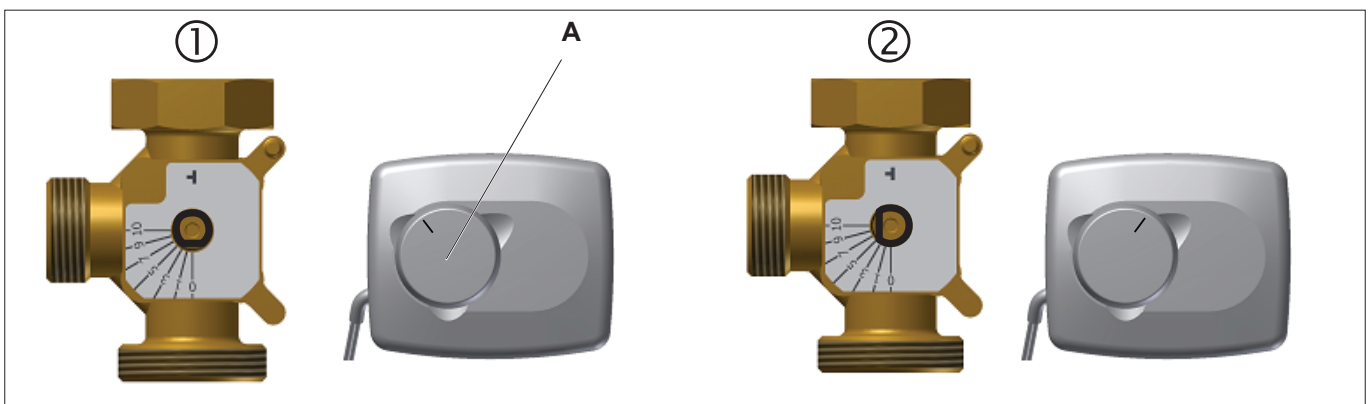

Рис. 9: Положения заслонки смесителя
- **Плавно** открыть шаровые краны (многофункциональная арматура, поз. А, рис. 9 на стр. 12) поворотом рукоятки термометра (см. раздел «Положения рукоятки термометра» на стр. 10).
- Закрыть шаровые краны (многофункциональная арматура, поз. А, рис. 9 на стр. 12) поворотом рукоятки термометров (см. раздел „Положения рукоятки термометра“ на стр. 10).